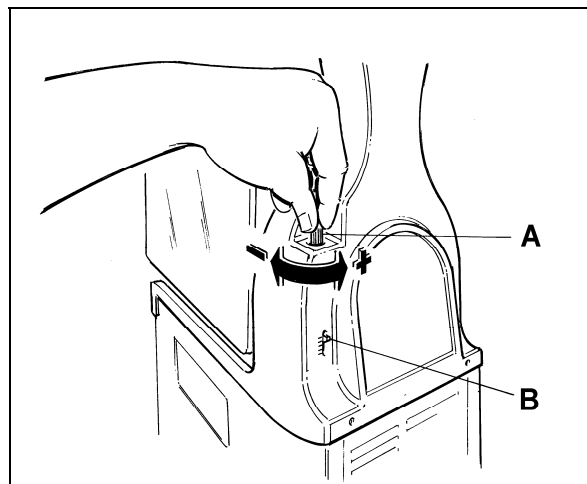

Fig. 21
- b) **Réglage de la consistance** : pour modifier la consistance du produit, utiliser le bouton de réglage A situé à l'arrière de la machine (fig. 21) ; comme indiqué par l'échelle B, en tournant dans le sens horaire, le produit sera moins dense, en tournant dans le sens antihoraire, le produit sera plus dense.